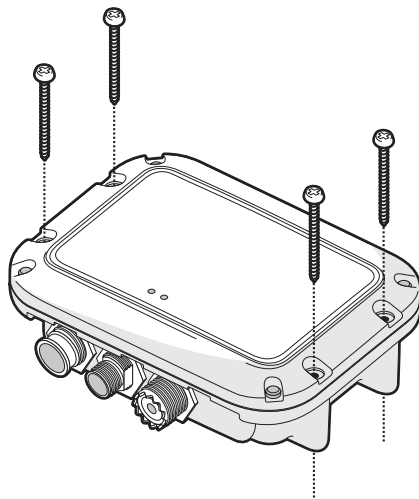

Ilustración 6 Montaje del Receptor AIS
- El producto incluye cuatro tornillos autorroscantes para la fijación del Receptor AIS a una superficie adecuada. Consulte la Ilustración 6 para obtener instrucciones.